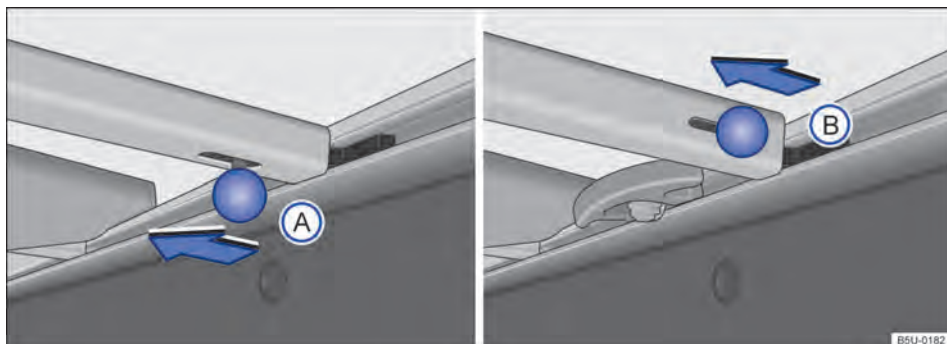
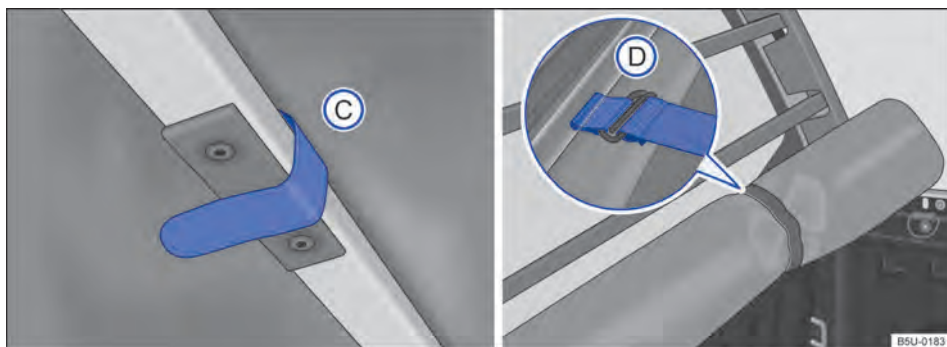

Fig. 52 Travessas no compartimento de carga: (A) veículos com suportes de amarração fixos, (B) veículos com suportes de amarração deslizantes.
Fig. 53 No compartimento de carga: tira de fixação e capota marítima corretamente recolhida.
- Para remover de tipo (A) ou (B), deslocar o pino de travamento no sentido da seta → Fig. 52. Para remover a travessa que está próxima ao vidro traseiro, é necessário soltar as tiras de fixação da capota → Fig. 53 (C).
- Após o recolhimento total da capota, prenda-a com as cintas de fixação (D).
- Para remover a travessa que está próxima ao vidro traseiro, é necessário soltar as tiras de fixação da capota → Fig. 53 ③, e fazer o mesmo procedimento anterior para remover a travessa (quando disponível mais de uma travessa).
- Após o recolhimento total da capota, prenda-a com as cintas de fixação → Fig. 53 ④.